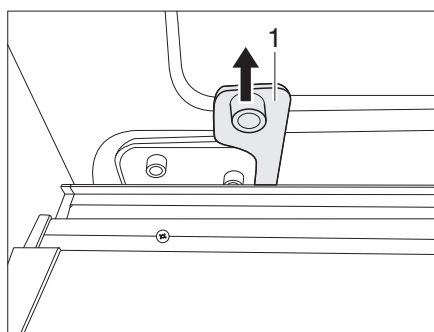

Bild 20 Notentriegelung
- Notentriegelung (Bild 20,1) kräftig nach oben ziehen. Die Schiebetür ist jetzt abgekoppelt und kann nur noch manuell geöffnet und geschlossen werden.